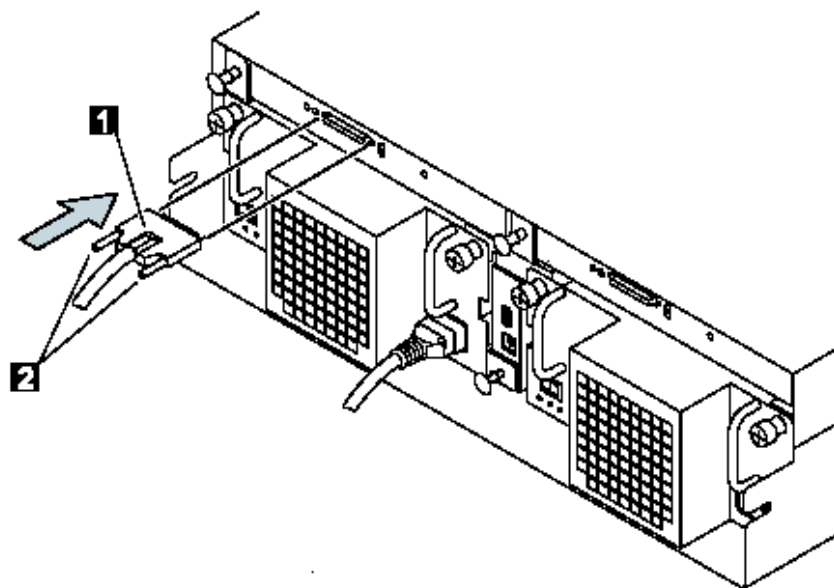

图 3-4 连接 SCSI 线缆
1. 参照图 3-4 将 SCSI 电缆①的一端插入 SureSCSI 160 的 SCSI 接口卡上；
2. 旋紧固定螺丝②；